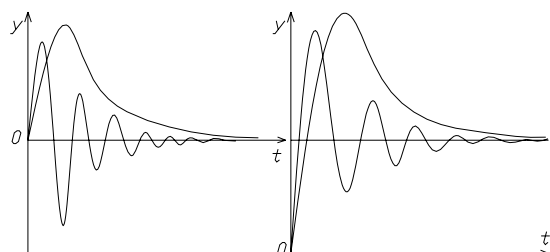

Рис. 11
*Упражнение:* нарисовать с использованием сплайнов графики переходных процессов в системе управления при обработке возмущения и изменении задания (рис. 11).